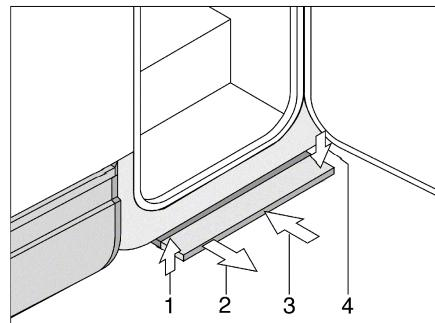

Fig. 6 Escalón de entrada operable eléctricamente
Extraer: ■ Tirar del escalón de entrada hacia delante (Fig. 6,2) hasta que encastre.
Insertar: ■ Levantar ligeramente el escalón de entrada (Fig. 6,1).
■ Insertar el escalón de entrada hasta el tope por debajo del piso del vehículo (Fig. 6,3). Prestar atención a que encastre el escalón de entrada (Fig. 6,4).